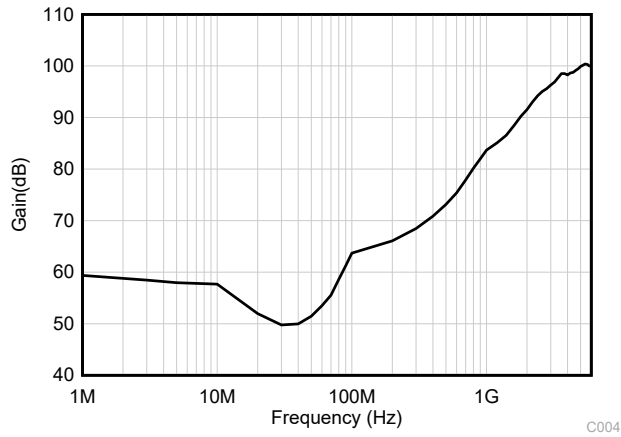

图 7-1. EMIRR 测试
TLV915x 采用集成电磁干扰 (EMI) 滤波减少无线通信设备、混合使用模拟信号链和数字元件的高密度电路板等干扰源产生的 EMI 效应。通过电路设计技术可改进 EMI 抗扰度；TLV915x 受益于这些设计改进措施。德州仪器 (TI) 已经开发出在 10MHz 至 6GHz 宽频谱范围内准确测量和量化运算放大器抗扰度的能力。图 7-1 显示了 TLV915x 上的测试结果。表 7-1 显示了实际应用中 TLV915x 在常用特定频率下的 EMIRR IN+ 值。运算放大器的 EMI 抑制比应用报告包含了与运算放大器相关的 EMIRR 性能主题，该报告可通过 www.ti.com 下载。